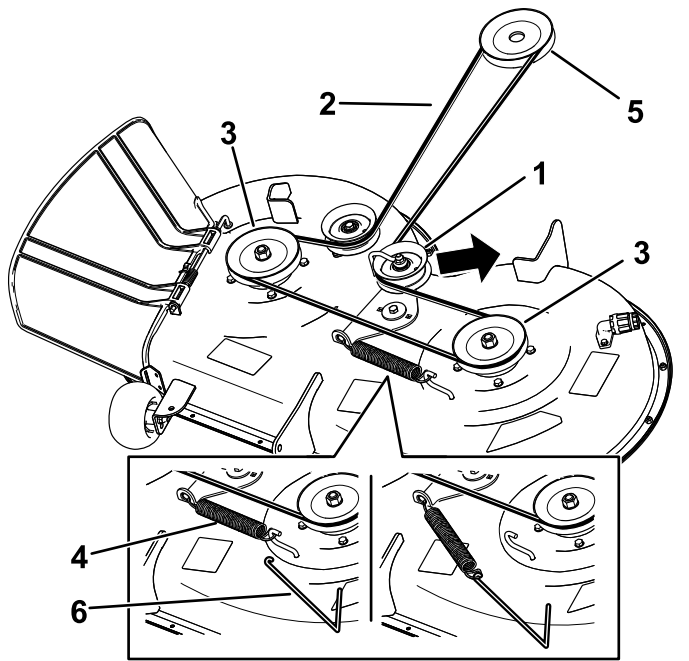

Figura 55
2. Vite (3)
6. Servendovi di un attrezzo per la rimozione delle molle (n. cat. Toro 92-5771), sganciate la molla di rinvio dal gancio del piatto di taglio per eliminare la tensione dalla puleggia tendicinghia e togliete la cinghia dalle pulegge (Figura 55).
7. Montate la nuova cinghia attorno alla puleggia del motore e a quelle del tosaerba (Figura 55).
8. Servendovi di un attrezzo per la rimozione delle molle (n. cat. Toro 92-5771), agganciate la molla del tendicinghia al gancio del piatto di taglio e mettete in tensione la puleggia tendicinghia e la cinghia del tosaerba (Figura 55).